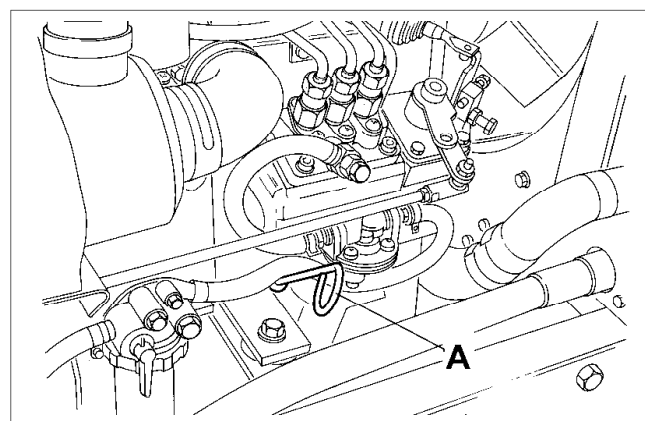

Fig. 16
- Kontrollér altid oliestanden med en oliepinde (A Fig. 16), og sørg for, at maskinen står på en lan overflade, når oliestanden kontrolleres. Kapaciteten er 3,2 liter.
- Kontrollera alltid oljenivån med mätstickan (A fig. 16). Se till att maskinen står på jämn mark vid kontrollen. Kapacitet 3,2 liter.